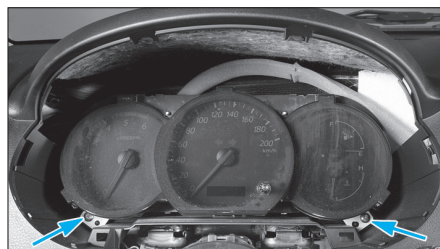

FIG. 27
- Déposer les deux vis de fixations du combiné d'instruments (tête cruciforme) (Fig.27).